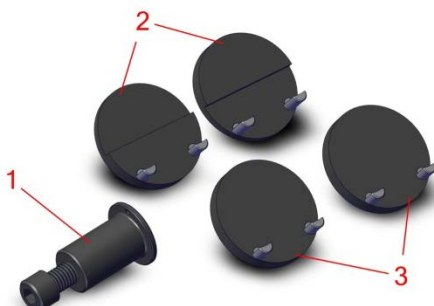

Рисунок 5.1.1
4. При использовании винта на регулируемом держателе (Рисунок 5.1.1, Поз. 1), осторожно поверните его по или против часовой стрелки для того, чтобы подвинуть сдвливающий зажим, расположенный на подвижной штанге. Отрегулируйте винт так, чтобы зазор между поверхностью образца и поверхностями обоих зажимов полностью исчез.